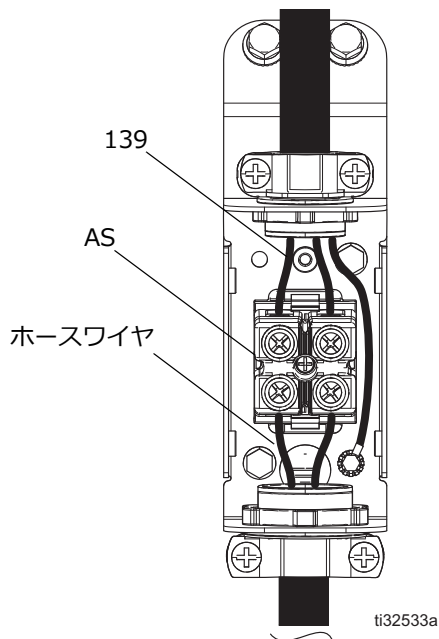

図 70
2. ボルト (68) を緩め、ドアを上を持ち上げて、電気ユニットのドア (173) を開きます。
3. 回路ブレーカー CB5 を OFF にし、ホース電気ジャンクションボックスの中のホース配線を取り外します。図 70、69 ページを参照してください。
- b. 導通が存在する場合、電気配線ボックスの中のホース配線を再度接続します。図 70、69 ページを参照してください。回路ブレーカー CB5 を ON にします。電気エンクロージャのドア (173) を閉めて、ボルト (68) を締め付けます。